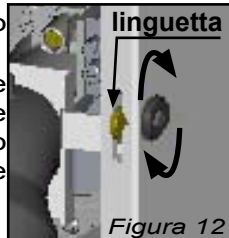

Figura 12
- 1) Tramite un cacciavite a testa piatta, far ruotare la serratura in modo da sollevare la linguetta verso l'alto (vedi figura 12)